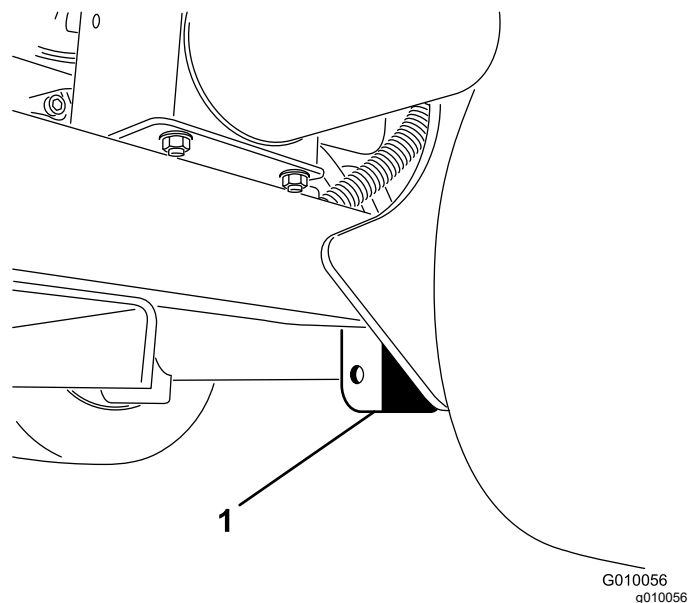

Рисунок 37
3. Надежно разместите домкрат под плитой рамы сразу за задним колесом (Рисунок 37).